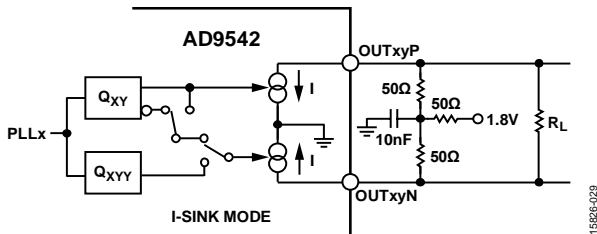
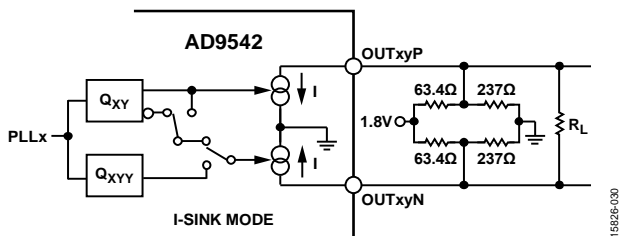

図 34. LVDS 対応出力、 1.24 V コモンモード、T 型回路 ($I = 7.5$ mA、 100Ω 終端と R_L を追加して $I = 15$ mA)
図 35. LVDS 対応出力、 1.2 V コモンモード、テブナン・バイアス回路 ($I = 7.5$ mA、 100Ω 終端 R_L を追加して $I = 15$ mA)
- 15 mA モードは電圧振幅を生成し、LVPECL に使用することができます。LVPECL の DC 信号レベルが必要な場合、AD9542 の出力を AC カップリングして再バイアスするよう設計する必要があります。15 mA モードは、図 34 と図 35 に示す終端方法で使用し、適切な LVDS DC バイアスをかけることによって LVDS 信号を生成することもできます。